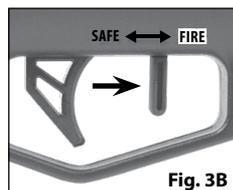

Fig. 3B
2. Le levier de sûreté est sur la position "FIRE" et la sûreté est DÉGAGÉE ("OFF SAFE") quand le levier de sûreté est en position avant sur "FIRE" et qu'il ne peut pas avancer plus loin (Fig. 3B).